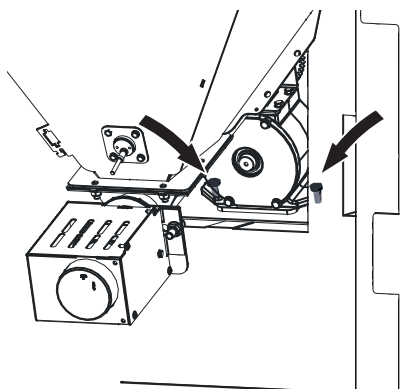

Fig. 40 Serrare entrambe le viti dell'unità tubo della coclea valvola rotativa
- Serrare entrambe le viti dell'unità tubo della coclea valvola rotativa – Fig. 40.